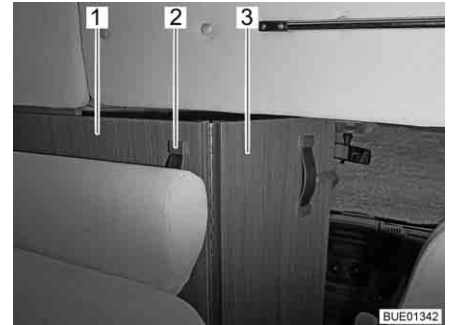

Fig. 42 Separazione cabina di guida
- Afferrare la separazione cabina di guida (Fig. 42,1) dall'impugnatura (Fig. 42,2) e tirarla verso l'interno, finché il bordo della separazione cabina di guida si trova all'incirca all'altezza dello schienale dei sedili (Fig. 42).
- Aprire la parte ribaltabile della separazione cabina di guida (Fig. 42,3) tra i sedili della cabina di guida.